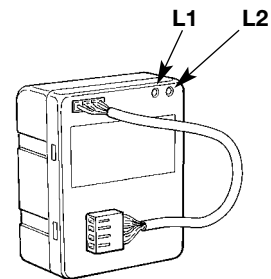

Fig. 1
- Vérifier que la LED "L2" (Fig.1) est allumée, en indiquant ainsi que la batterie fournit de l'énergie à l'installation. Vérifier que les diverses LED sur l'armoire indiquent le fonctionnement correct de cette dernière.
- Connecter l'automatisme au secteur et vérifier que la LED "L1" (Fig.1) est allumée en indiquant ainsi que la batterie est en train de se recharger.
- Déconnecter l'automatisme de la tension de secteur; vérifier que la LED "L2" (Fig.1) est allumée puis effectuer au moins une manœuvre d'ouverture et de fermeture de l'automatisme pour vérifier si tout fonctionne parfaitement dans le cas de l'alimentation par batterie.